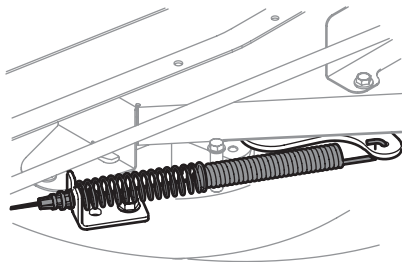

Figure 35
8. Écartez le câble de la prise de force de l'arrière du plateau de coupe en retirant la goupille-épingle qui le retient. Retirez le ressort du support de la poulie de tension du plateau de coupe (Figure 35).